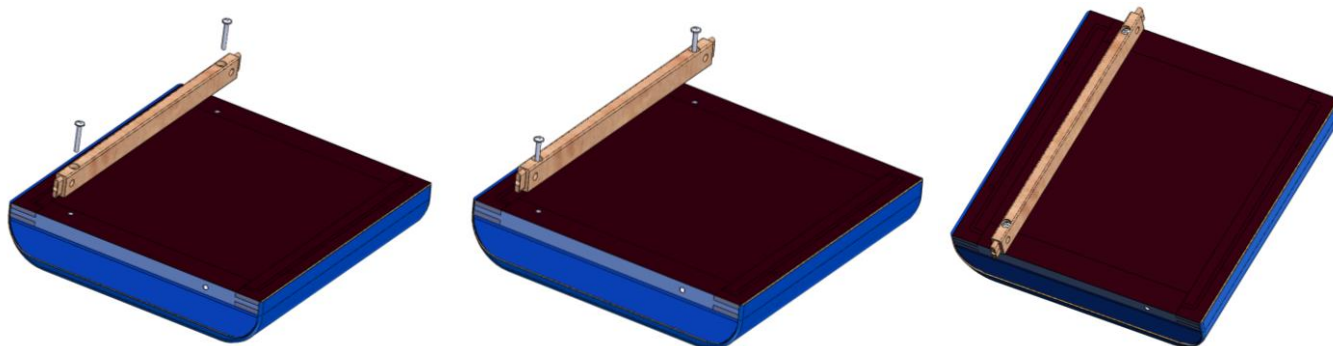

Рис. 1
2.2. Определите расположение деталей в изделии в соответствии со схемами сборки (Рис.1-Рис.13).
2.3. Переверните сиденье в сборе (5), при помощи трех винтов М8х60 (7) в ДК 10-11 и при помощи двух винтов М8х60 (7) в КК 16-11 присоедините к нему царгу переднюю (1). Рис.1. Боковые отверстия на царге передней должны смотреть внутрь сиденья.